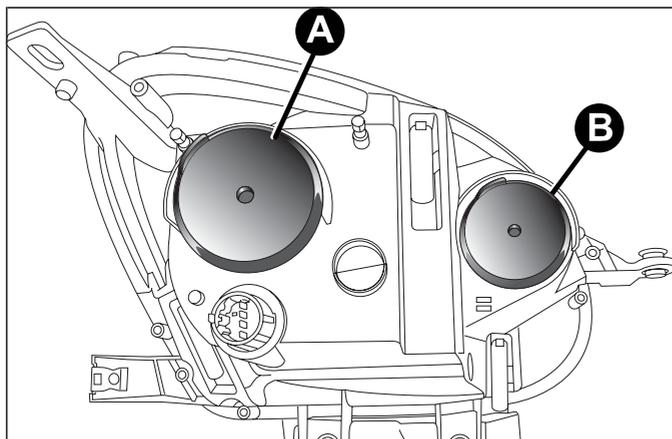

fig. 125
Ils contiennent les ampoules des feux de croisement, de route et celles des clignotants. La disposition des ampoules est la suivante fig. 125 :
- retirer le couvercle A fig. 125 ;
- pour finir, remonter le couvercle A fig. 125.
- retirer le couvercle B fig. 125 ;